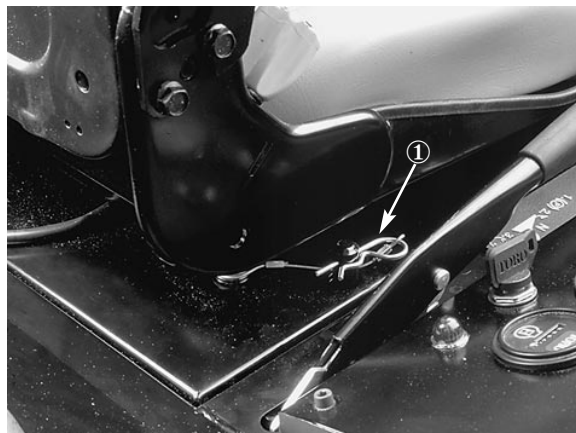

Figure 16
3. Prendre place sur le siège et desserrer le frein de parking (Fig. 16). Tourner la clé et essayer de démarrer le moteur en plaçant le levier de tonte/rodage (Fig. 16) en position STOP. Si le moteur se lance, alors un dysfonctionnement est présent et doit être réparé immédiatement. Dans le cas
4. Serrer le frein de parking (Fig. 16), démarrer le moteur et abaisser les unités de coupe. Déplacer le levier de tonte/rodage (Fig. 16) en position MOW. Se soulever du siège: le moteur doit s'arrêter dans les secondes qui suivent. Se soulever à nouveau du siège quand le levier est en position BACKLAP. Le moteur doit s'arrêter, ce qui indique que le système de sécurité fonctionne correctement. Si le moteur continue de tourner, il existe un dysfonctionnement qui doit être réparé immédiatement.
1. Enlever la goupille de retenue de la tige de blocage du siège (Fig. 16).